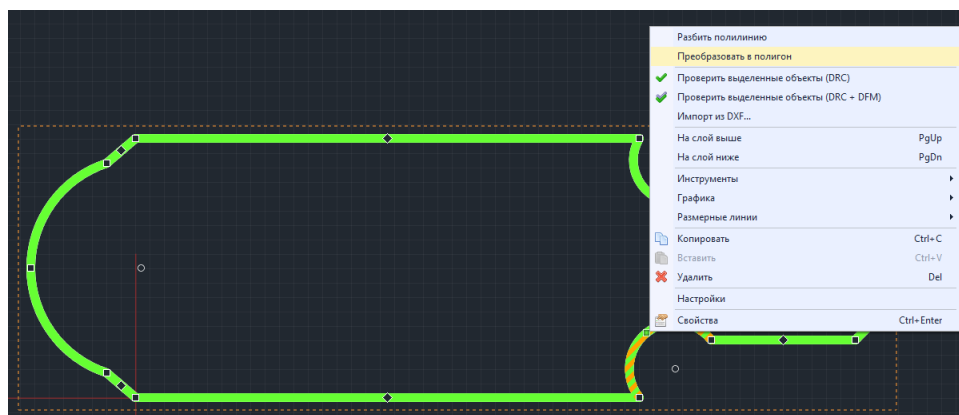

Рис. 63 Преобразование полилинии в полигон
7. Преобразовать объединенную полилинию в полигон. Для этого необходимо выбрать единую полилинию и воспользоваться пунктом контекстного меню «Преобразовать в полигон», см. Рис. 63. Если в контекстном меню отсутствует пункт «Преобразовать в полигон», то это означает, что полилиния не замкнута.